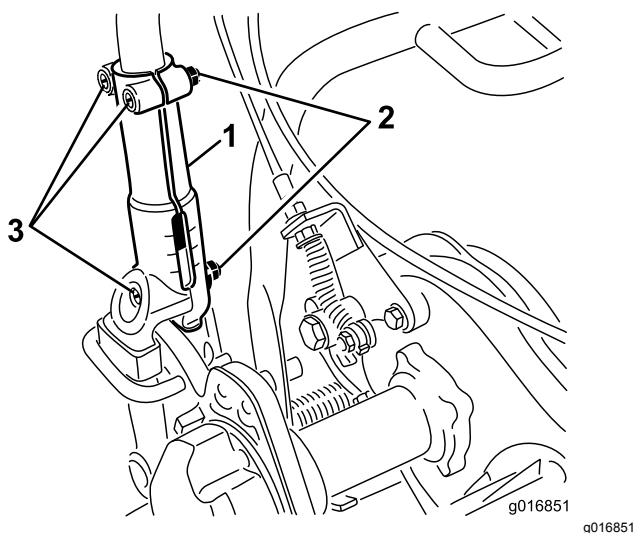

Figura 31
1. Solte os 3 os parafusos e as porcas da carroçaria que fixam cada um dos lados do manípulo nas pegas da barra de ligação (Figura 31).